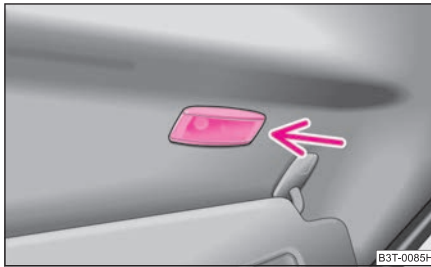

Abb. 228 Beleuchtung für Make-up-Spiegel
- Setzen Sie einen schmalen Schraubendreher in den Schlitz ein ⇒ Abb. 228 und nehmen Sie die Leuchte vorsichtig heraus.